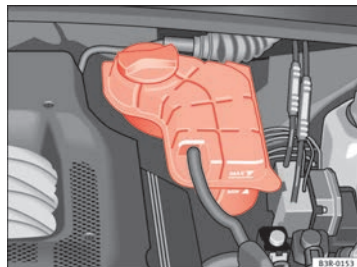

Fig. 179 Compartiment-moteur : vase d'expansion du liquide de refroidissement
- Contrôlez le niveau de liquide de refroidissement dans le vase d'expansion ⇒ fig. 179. Il doit se situer entre les repères « min » et « max » lorsque le moteur est froid. Lorsque le moteur est chaud, il peut se situer légèrement au-dessus du niveau « max ».
- Couvrez le bouchon du vase d'expansion avec un chiffon ⇒ fig. 179 et dévissez-le en le tournant **avec précaution** vers la gauche ⇒ ⚠.